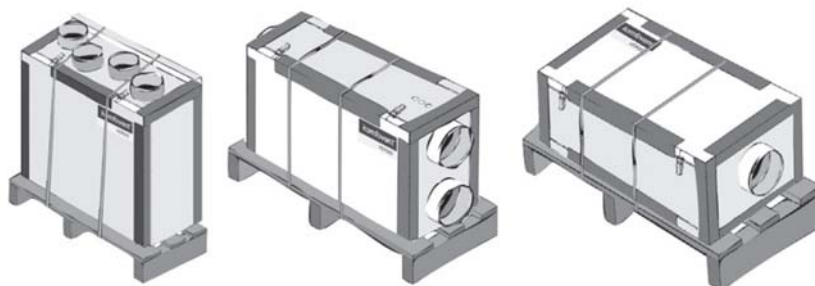

Рисунок 3 - ВУ, подготовленные к транспортировке и хранению
4.1.1 При отгрузке с завода ВУ подготовлены к транспортировке и хранению (Рисунок 3). ВУ упакованы таким образом чтобы избежать повреждений и попадания пыли при хранении и транспортировке.